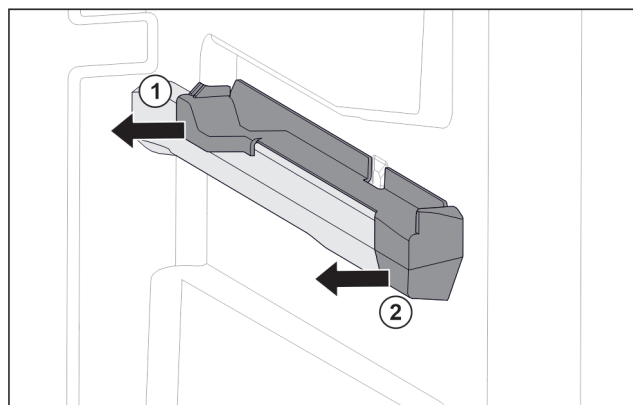

Fig. 31 Вставная часть на правом контейнерном ребре
- ▶ Отодвиньте вставную часть сзади в сторону. Fig. 31 (1)
- ▶ Отодвиньте вставную часть спереди в сторону. Fig. 31 (2)